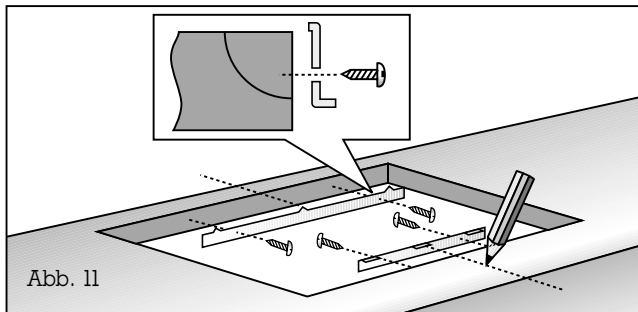

Abb. 11
- **Markieren Sie genau die Mitte des Ausschnitts.** Befestigen Sie die längere Befestigungsschiene an der Hinterkante und die kürzere Befestigungsschiene an der Vorderkante des Ausschnitts. Achten Sie darauf, dass die Nasen der Befestigungsschienen auf der Arbeitsplatte aufliegen und dass die Mittenmarkierung der Befestigungsschienen genau mit der Mittenmarkierung des Ausschnitts übereinstimmt (Abb. 11).